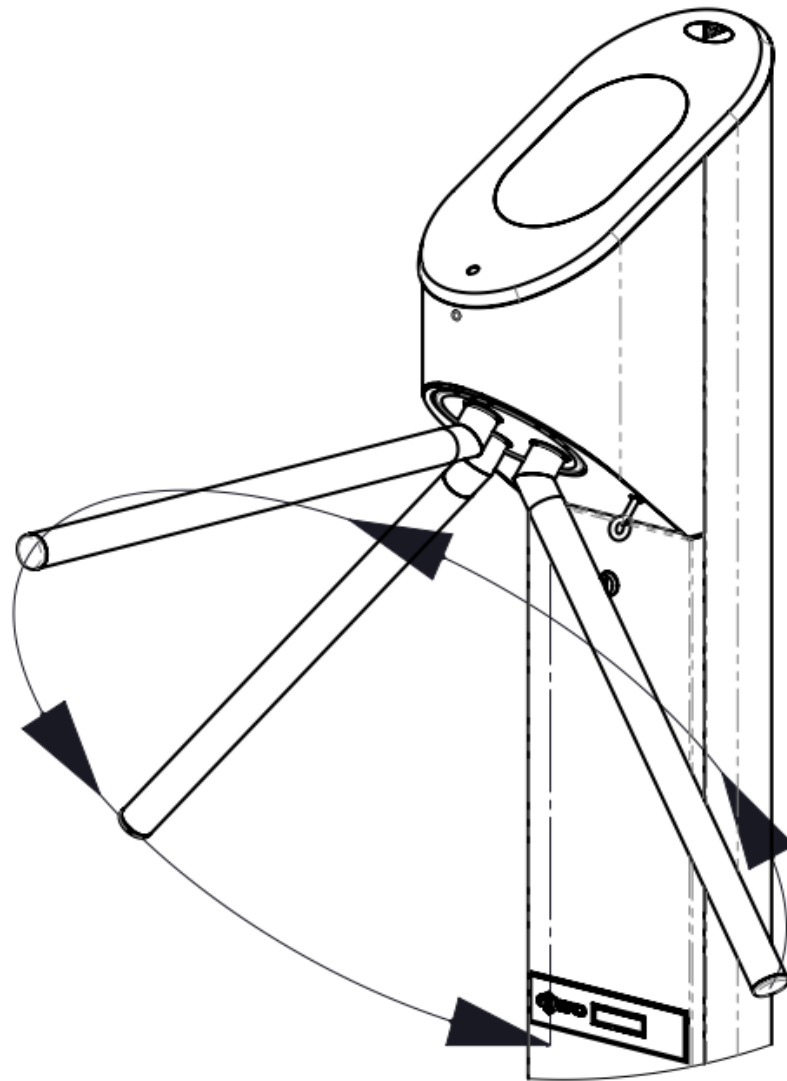

Рисунок 10 – Провернуть «узел преграждающих планок» на $\frac{3}{4}$ оборота и сложить планки.
- 3) Удерживая ключ в нажатом состоянии, повернуть «узел преграждающих планок» на $\frac{3}{4}$ оборота (рисунок 10). Каждая преграждающая планка, проходя, через нижнюю точку вращения – разблокируется и остается в нижнем, вертикальном положении. Когда три преграждающие планки окажутся в нижнем вертикальном положении- проход через турникет будет свободным.